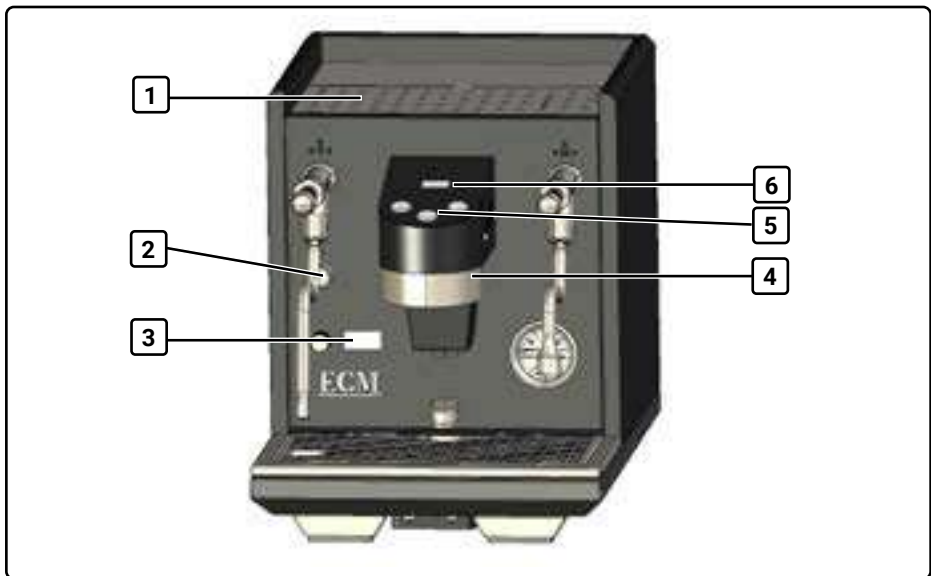

Abb. 9 Abbildung Vorderseite
1. Wassertankklappe (1, Abb. 9) öffnen und Wassertank entnehmen und gründlich reinigen (siehe Kapitel 11.5, „Wassertank reinigen“).
4. Maschine mit der Ein-/Aus-Taste (3, Abb. 9) einschalten.
- ✓ Der LED-Ring der Ein-/Aus-Taste leuchtet auf und im Brühgruppen-Display (6, Abb. 9) erscheint die Anzeige „Fill“.
1. Gefäß unter die Brühgruppe (4, Abb. 9) stellen. Die Öffnung des Gefäßes sollte mindestens so groß sein wie die Brühgruppe.
2. Eine der Bezugstasten (5, Abb. 9) drücken (siehe Kapitel 5.2.3, „Bezugstasten“).
1. Aufgeheizte Maschine mit der Ein-/Aus-Taste (3, Abb. 9) ausschalten.
6. Warten, bis im Maschinen-Display (2, Abb. 9) die Dampftemperatur angezeigt wird.
8. Bei eingeschalteter Maschine die restliche Wassermenge über die Brühgruppe (4, Abb. 9) entnehmen.
2. Maschine mit der Ein-/Aus-Taste (3, Abb. 9) einschalten.
- Eine der Bezugstasten (5, Abb. 9) drücken (siehe Kapitel 5.2.3, „Bezugstasten“).